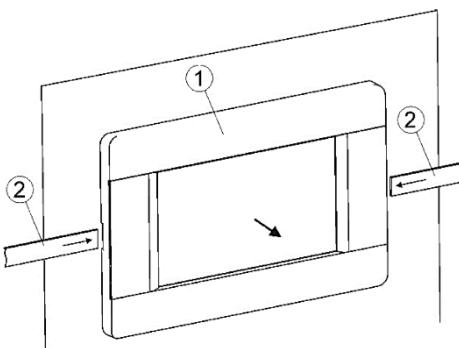

Abbildung 10: Abnehmen des Bedienfelds
Zum Auswechseln der Schalttafel (1) muss die Tafel von der Kesseltürabdeckung entfernt werden, indem geeignete flache Gegenstände (2) in die in Abbildung 10 gezeigten Schlitze eingeführt werden. Dadurch lösen sich die Blendenanschläge und die Blende kann entfernt werden.